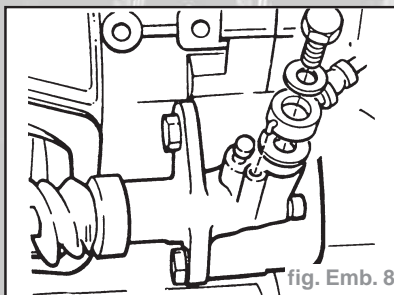

fig. Emb. 8
- Reposer le flexible (placer la goupille dans l'alésage) (fig. Emb. 8).